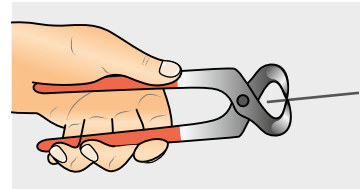

Bild 2: Zange als Hebel
4. **Zange als Hebel (Bild 2).** Ein dünner Draht soll mit einer Zange durchtrennt werden. Die dazu notwendige Handkraft beträgt 18 N, der dabei wirksame Hebel ist 12 cm. Berechnen Sie die Kraft  $F_2$  an der Zangenspitze, wenn dort ein Hebel von 5 cm wirksam ist.